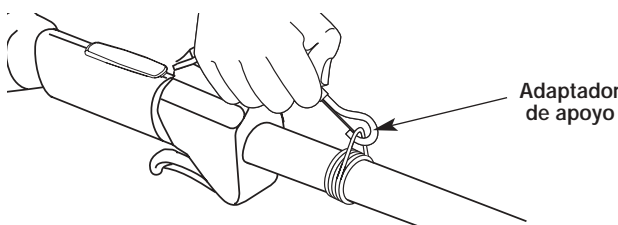

Fig. 5
3. Coloque el arnés por encima de su cabeza y sobre su hombro. Abroche en el adaptador de apoyo (Fig. 5).